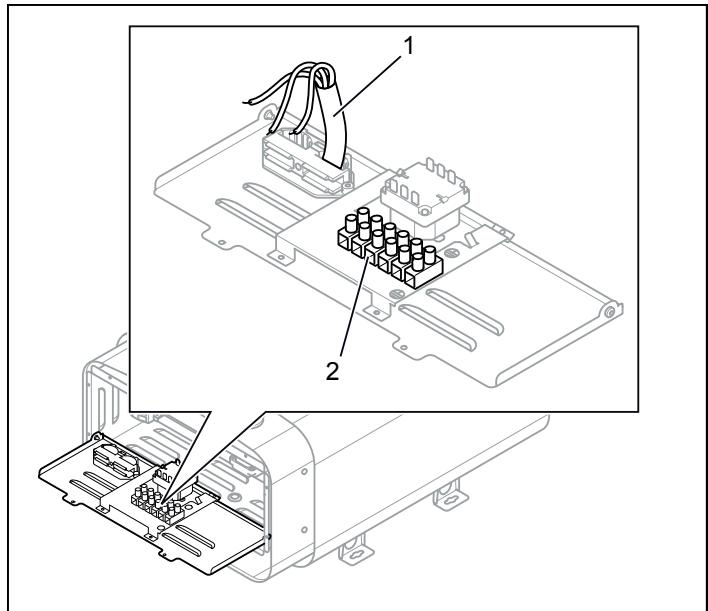
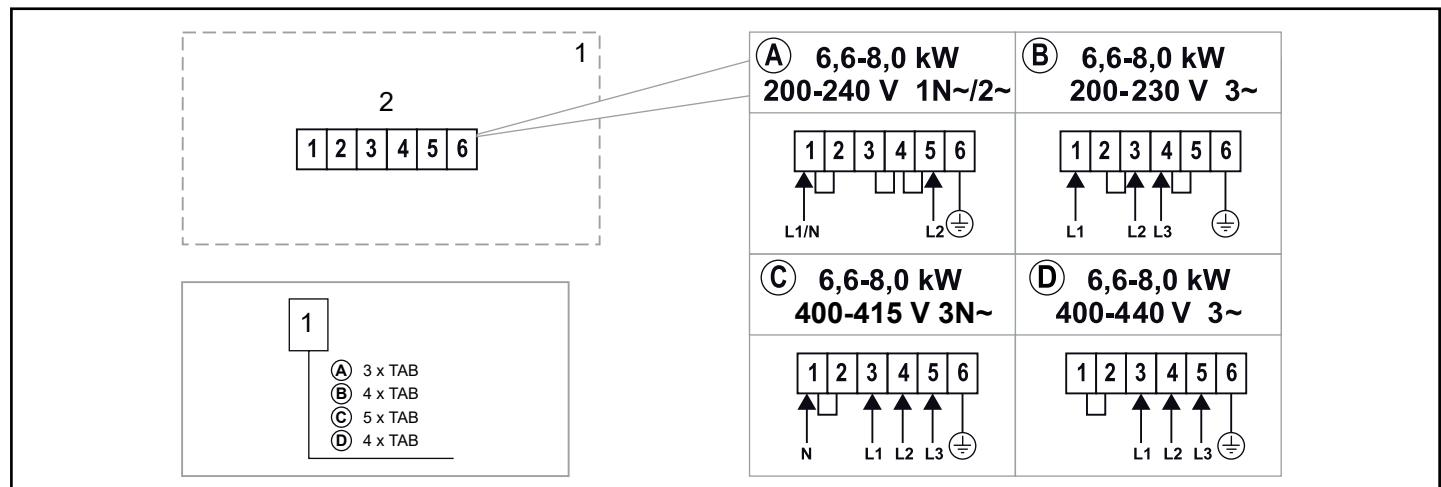

Fig 6: Kretskortet
Fig 12: Kopplingsschema
3. Anslut elkabeln (se Fig 6) enligt kopplingsschema (se Fig 12).
Vid inkoppling till spänningar eller fas-tal, som inte anges i kopplingsschema Fig 12, kontakta Tylö kundservice.